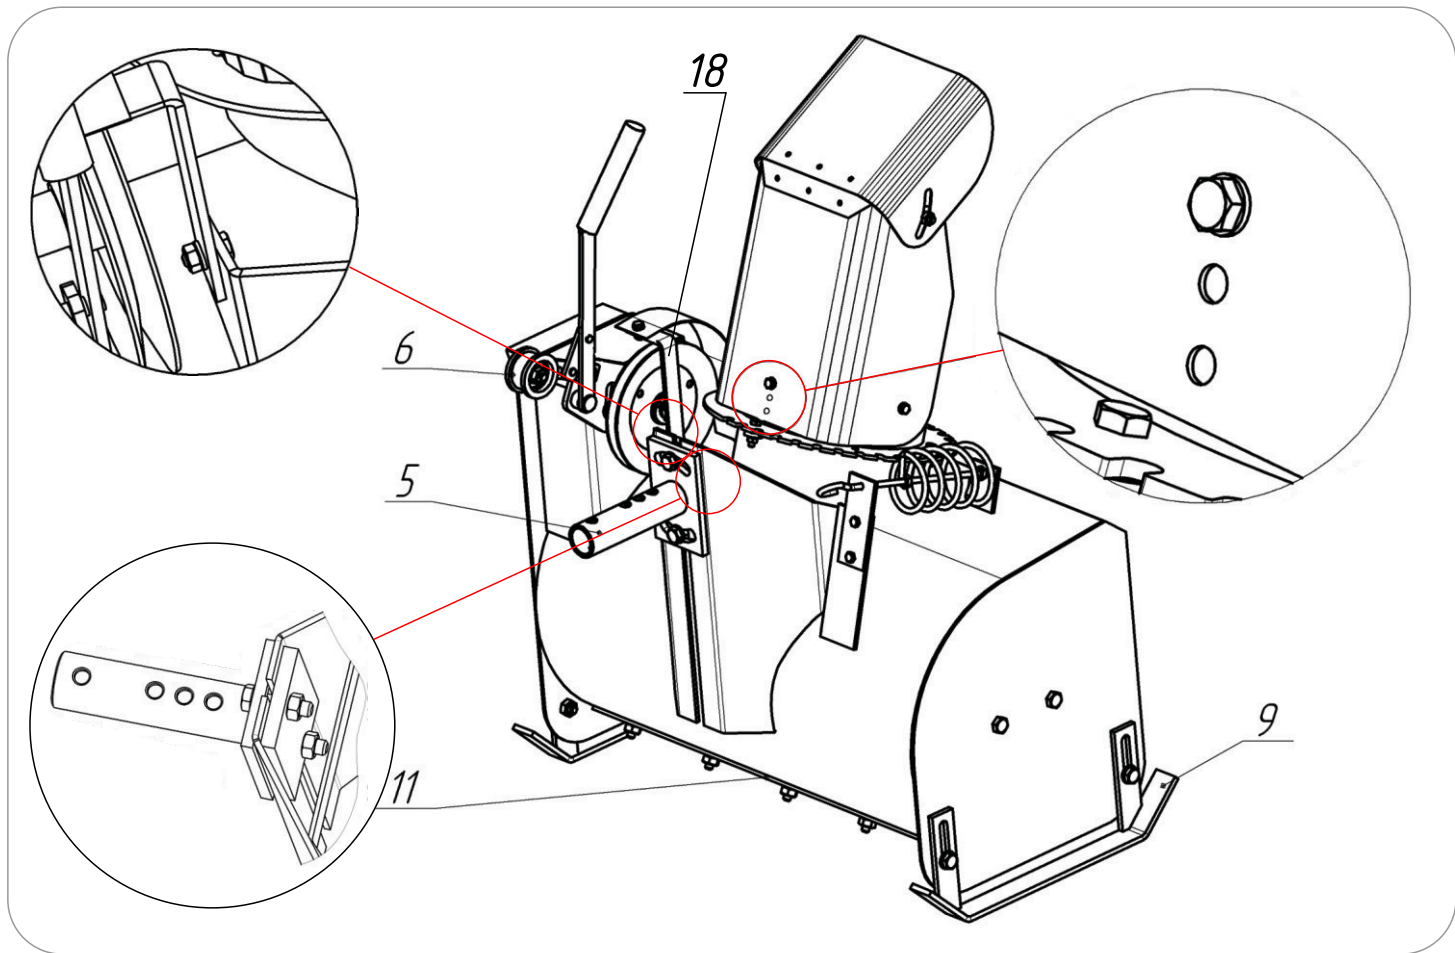
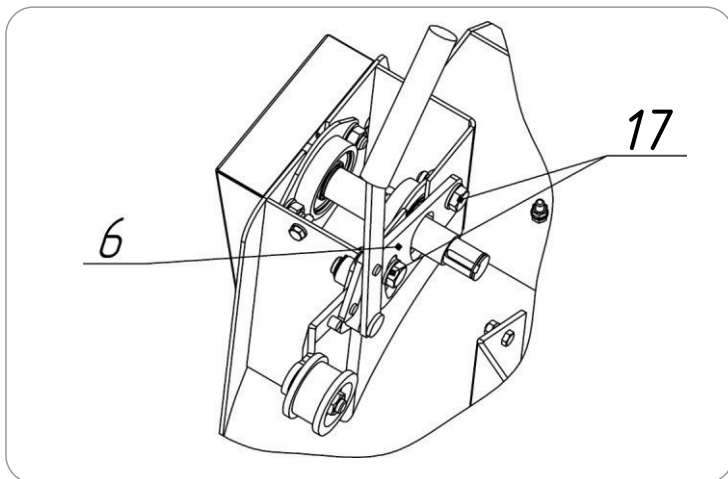

Рисунок 2.
Рисунок 3. Натяжной механизм (шків снят)
6.4. Установите сцепное устройство (5), как показано на рис. 2. Зафиксируйте болтами М10х35 с шайбами увеличенными 10 и шайбами гроверными 10.
6.5. Установите натяжной механизм (6) в рабочее положение (рис.3). Зафиксируйте болтами (17) М10х30, шайбами 10 и гайками М10. Установите кронштейн защитного кожуха (18) в вертикальное положение (рис.2), затяните болтовое соединение.
6.9. Натяжным механизмом (6) (рис.3) произведите точную настройку натяжения ремня. Для этого ослабьте гайки болтов (17) и перемещая основание натяжного устройства (6) вверх или вниз добейтесь необходимого натяжения. Затяните гайки.
7.1. Отрегулируйте наклон дефлектора (3) на нужный угол (чем больше угол раскрытия тем выше выбрасывается снег) и зафиксируйте барашковыми гайками. При необходимости можете увеличить угол наклона разгрузочного желоба (2) при помощи отверстий на задней части (Рис. 2).
7.3. Настройте высоту захвата снега при помощи лыж (9) и подрезного ножа (11). Поместите под нож (11) брусок толщиной равной желаемой высоте над землей. Ослабьте болты крепления лыж (9) с обеих сторон, сдвиньте лыжи до соприкосновения с землей. Затяните болты, следя за тем, чтобы лыжи касались поверхности земли всей плоскостью. Отрегулируйте нож (11) до необходимого зазора, ослабив 5 гаек и сдвинув нож вверх или вниз, затем затяните гайки (Рис.2). Для уборки асфальтированных дорожек с высотой снега до 50 мм рекомендуется установить высоту лыж (9) в минимальное положение, а нож (11) максимально приблизить к асфальту (не допускать врезание ножа в асфальт). Для уборки незнакомой пересеченной местности рекомендуется установить высоту лыж (9) в максимальное положение, нож (11) поднять. С каждым проходом уменьшать высоту лыж (9) на 10-15 мм за проход до достижения необходимого результата.